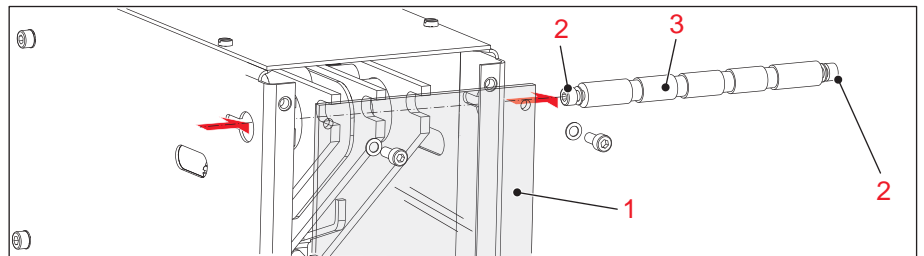

Bild 26
2. Das Sichtfenster (1) abmontieren.
3. Die 2 Innensechskantschrauben (2) lockern und den vorderen Trägerbolzen (3) erst etwas nach vorne schieben und dann seitlich herausziehen, siehe **Bild 26**.